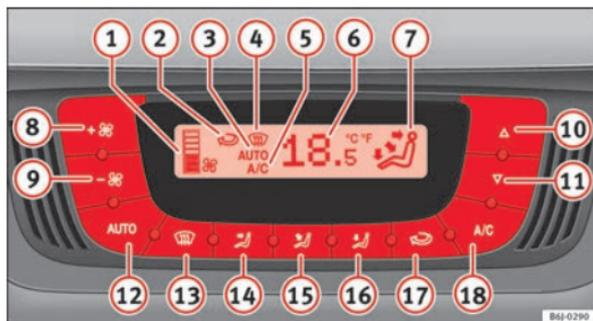

Fig. 95 Sur la planche de bord : éléments de commande du Climatronic
- Appuyez sur les touches **10** et **11** ⇒ fig. 95 pour régler la température.
- Appuyez sur la touche **AUTO**. L'afficheur indique ⇒ fig. 95 **3**.
- Appuyez sur les touches **10** et **11** ⇒ fig. 95 pour régler la température souhaitée dans l'habitacle. Nous vous recommandons une température de 22 °C (72 °F).
- Appuyez sur l'une des touches ⇒ fig. 95 **14** à **16** ou appuyez sur le régulateur du ventilateur **8** et **9**. L'indication **3** s'éteint.
Le ventilateur peut être réglé à l'aide des touches **8** et **9** ⇒ fig. 95. Lorsque le ventilateur est éteint (l'écran n'affiche aucune position **1**) et que vous rappuyez sur la touche **9** une seconde après, le Climatronic s'éteint.
- Appuyez sur la touche  pour activer ou désactiver le mode recyclage de l'air ambiant. Il est connecté si le symbole  ⇒ fig. 95 s'affiche à l'écran.